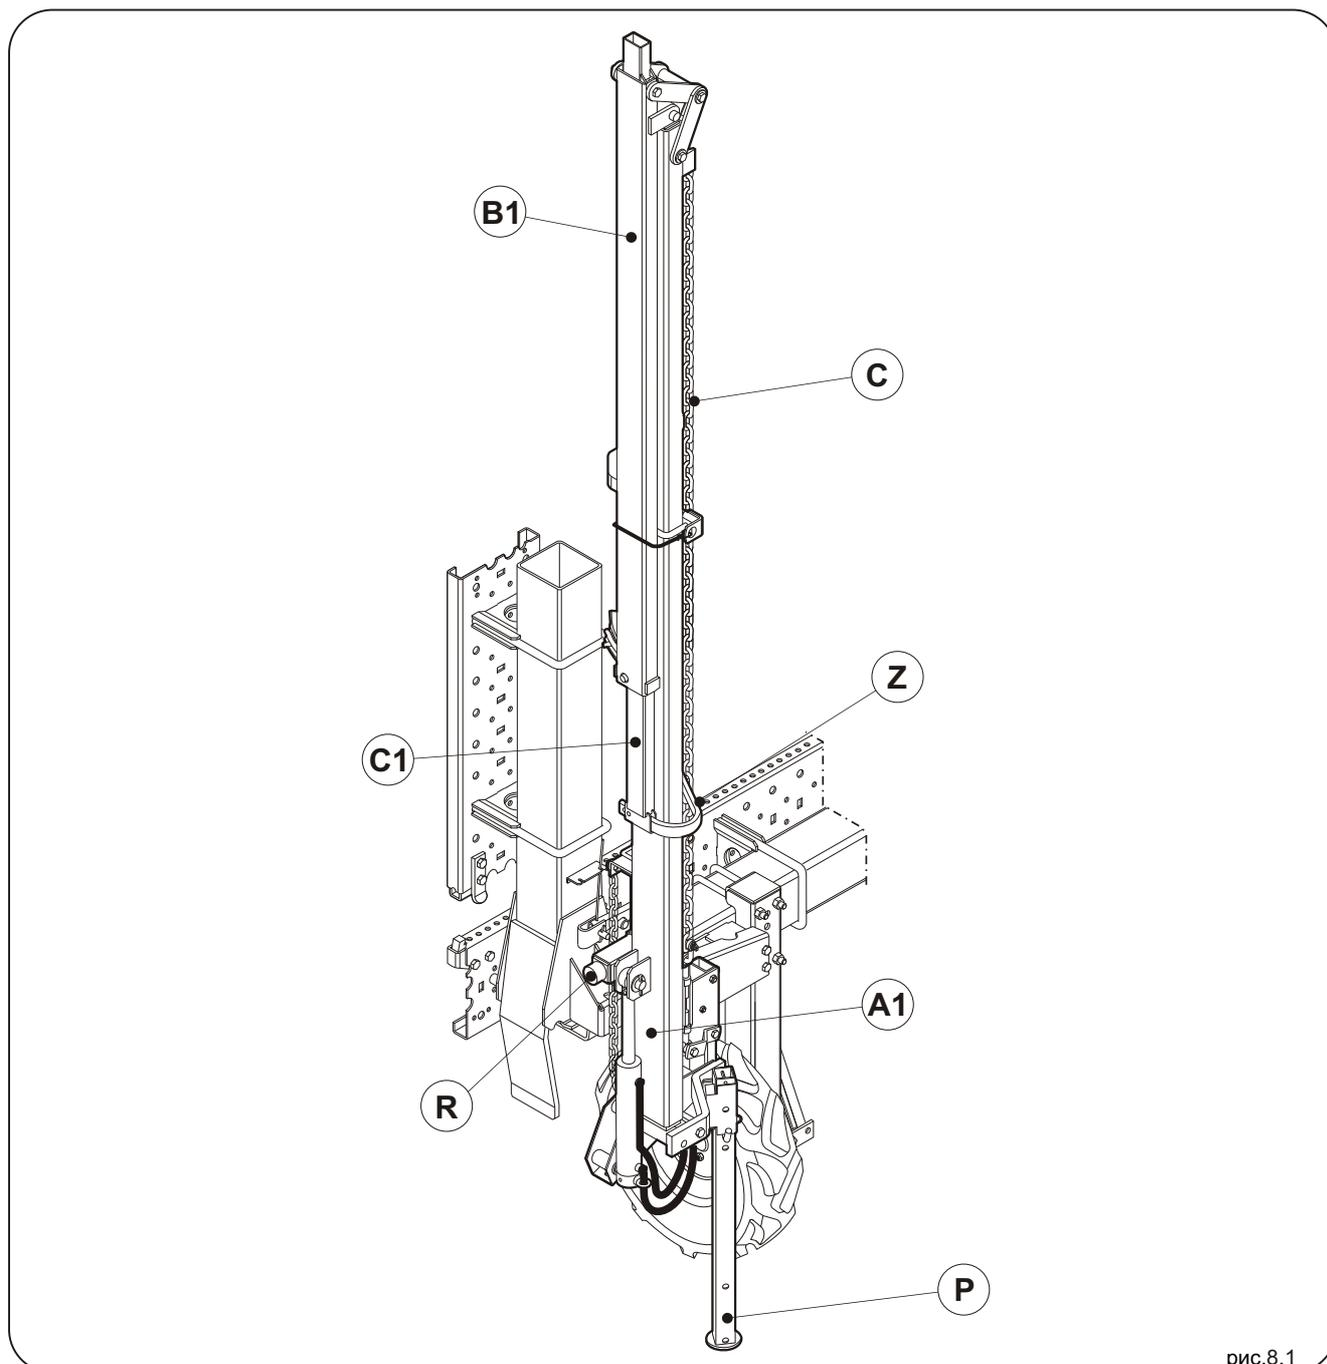
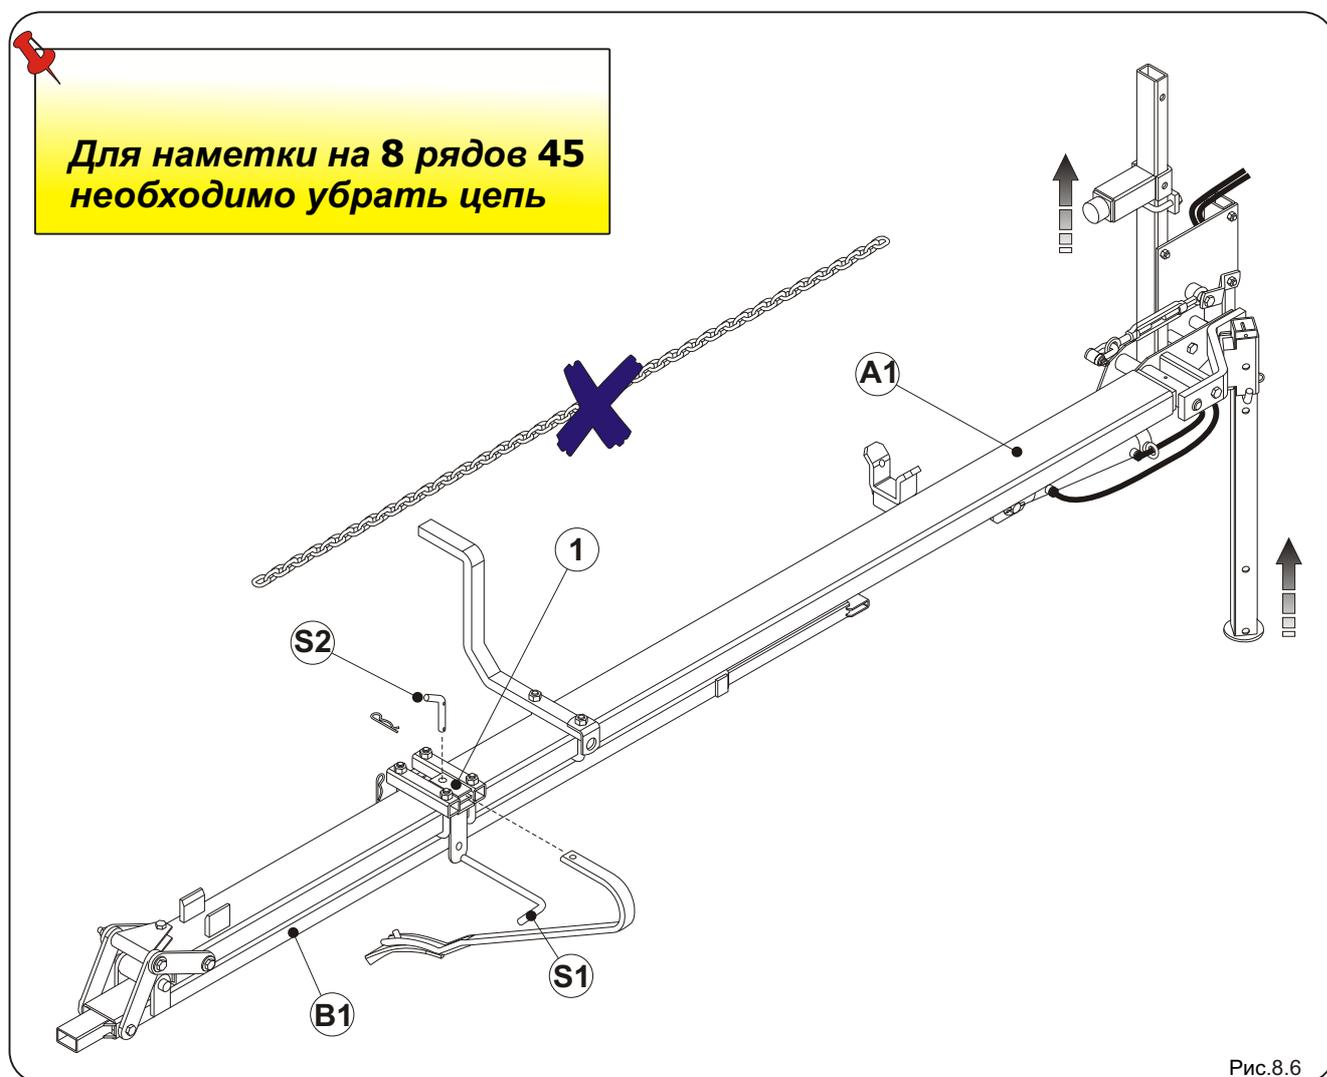

рис.8.1
Рис.8.6
Каждый разметчик рядов снабжен комплектом (рис.8.1) из стандартного основного кронштейна на раме **A1**, среднего кронштейна **B1**, концевой муфты **C1** и сапки на пружине (по запросу возможно иметь вместо сапки диск разметчика).
С этой конфигурацией (рис.8.1) действуйте следующим образом:
- Зафиксируйте в высоком положении «отражатель» разметчика рядов **R** (см. Рис.8.1).
**По окончании работы, перед тем, как начать транспортировку оборудования по улице, необходимо подогнать разметчик рядов, как показано на рис. 8.1.**
Для посева на 8 рядов 45 необходимо выполнить несколько изменений в разметчике. Последующие инструкции очень важны. Со стандартной конфигурацией (см. рис.8.1) нужно выполнить следующее:
- При помощи горизонтальных кронштейнов (рис. 8.6) разберите цепь **C** (см. рис.8.1).
- Разметчик рядов должен выглядеть, как на рисунке рис. 8.6.